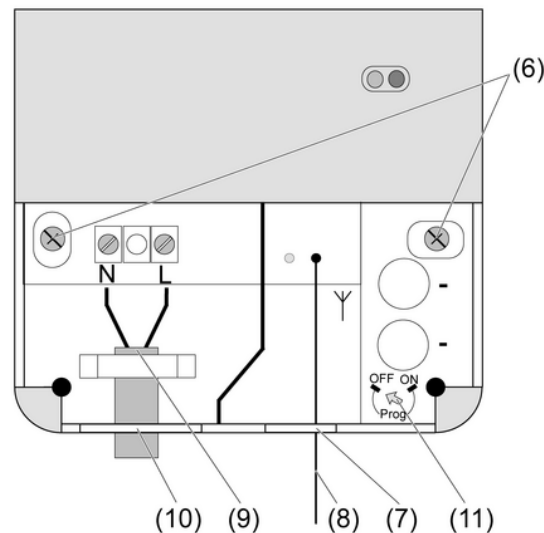

Bild 5
- Schalter **Prog** (11) in Stellung **ON** drehen (Bild 5).